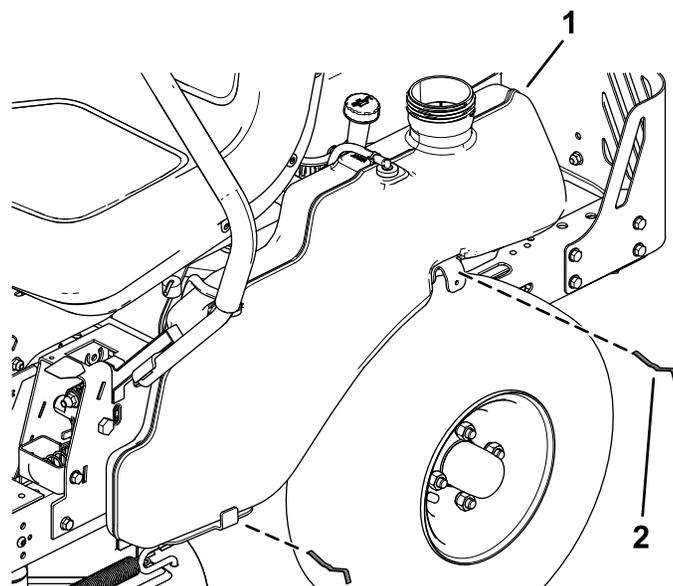

Figure 3
2. Déposez les 2 clips sous le réservoir de carburant et tournez le réservoir sur le côté (Figure 3).
7. Ramenez le réservoir de carburant à sa position d'origine et fixez-le avec les clips retirés précédemment (Figure 3).